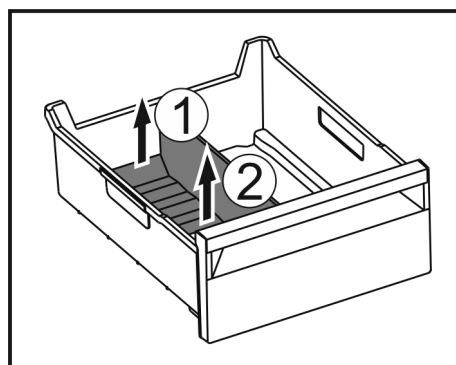

Fig. 234
- Soulever la partie arrière du séparateur de congélateur. Fig. 234 (1)
- Retirer le séparateur de congélateur par le haut. Fig. 234 (2)